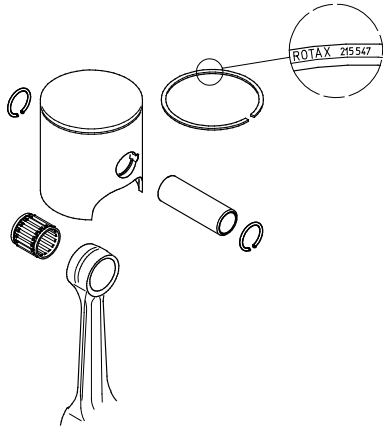

Bild 32 (K00028, K00336)
- ➔ Kolben mit der Hand gegenhalten und den Kolbenring mittels Spezialwerkzeug hineindrücken. Siehe Bild 32.